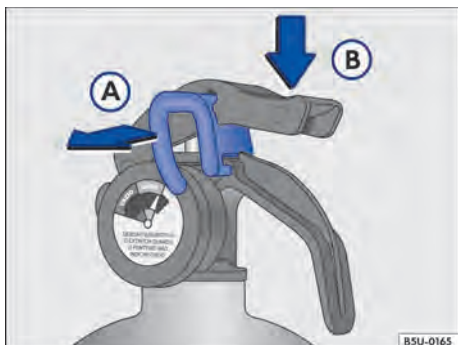
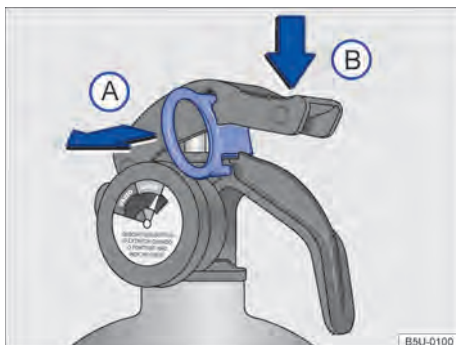

Fig. 152 Sequência de utilização do extintor de incêndio.
Fig. 153 Sequência de utilização do extintor de incêndio.
- Puxar a trava ⇒ Fig. 152 (A) ou ⇒ Fig. 153 (A) para romper o lacre.
- Apertar o gatilho ⇒ Fig. 152 (B) ou ⇒ Fig. 153 (B) espalhando o pó.